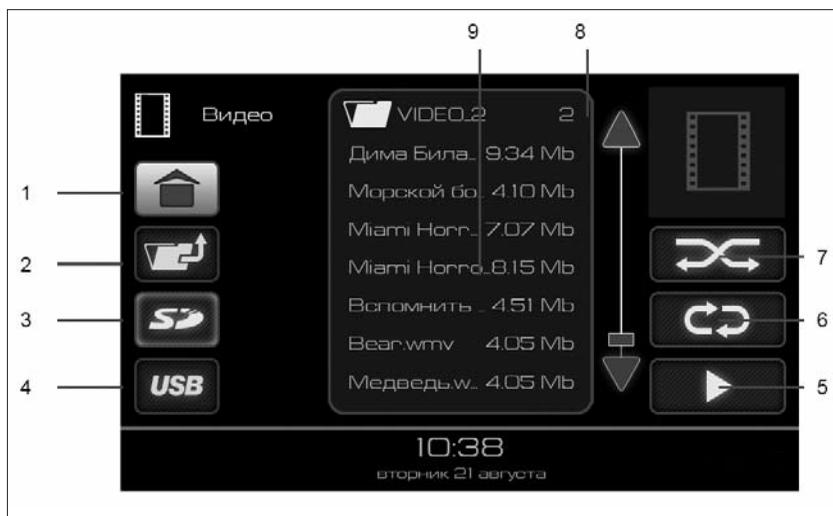
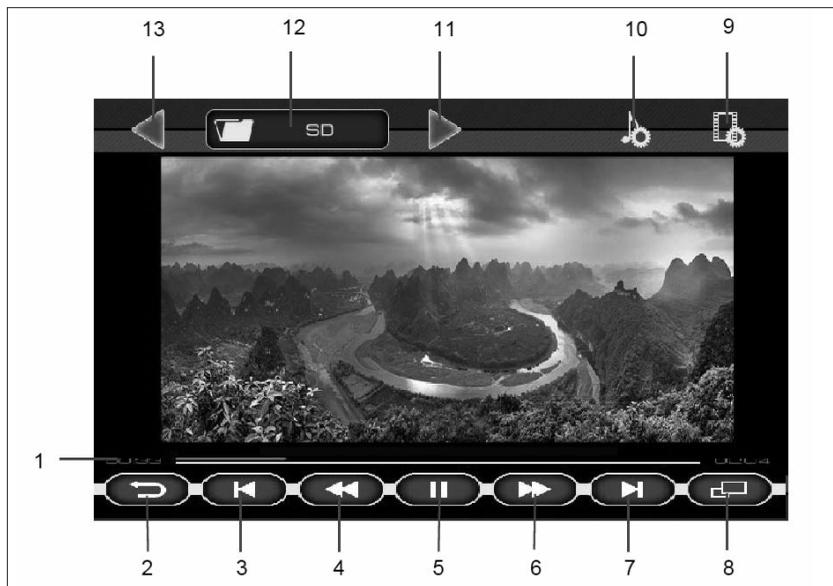

Рис. 6. Окно режима «ВИДЕО»
Рис. 7. Окно проигрывания видеофайлов
Доступные для воспроизведения видеофайлы и папки отображаются в списке (9), рис. 7. Двойное нажатие на изображение папки  отобразит список видеофайлов в этой папке. Для выхода из папки нужно нажать кнопку 2 (рис. 6).
режима повторного воспроизведения выбранного файла (кнопка 6, рис. 6);
– либо нажатие на кнопку воспроизведения файлов (кнопка 5, рис. 6) позволяет воспроизвести все видеофайлы, находящиеся в списке (9) на рис. 6;
– либо выбор папки одиночным нажатием на изображение папки  в списке (9) рис. 6, а затем нажатие кнопки воспроизведения файлов (кнопка 5, рис. 6) позволяет воспроизвести все видеофайлы, находящиеся в выбранной папке и ее подпапках.
Для включения полноэкранного режима воспроизведения нажать кнопку **8** (рис. 7) или на изображении.
Если при воспроизведении видеофайла нажать на кнопку **II (5)** (рис. 7), а затем нажать на кнопку возврата (кнопка **2**, рис. 7), то произойдет переход в главное меню и в кнопке **«Видео»** (рис. 2) появится индикатор паузы. Этот режим позволяет вернуться к воспроизведению видеофайла с того места, где была поставлена пауза.